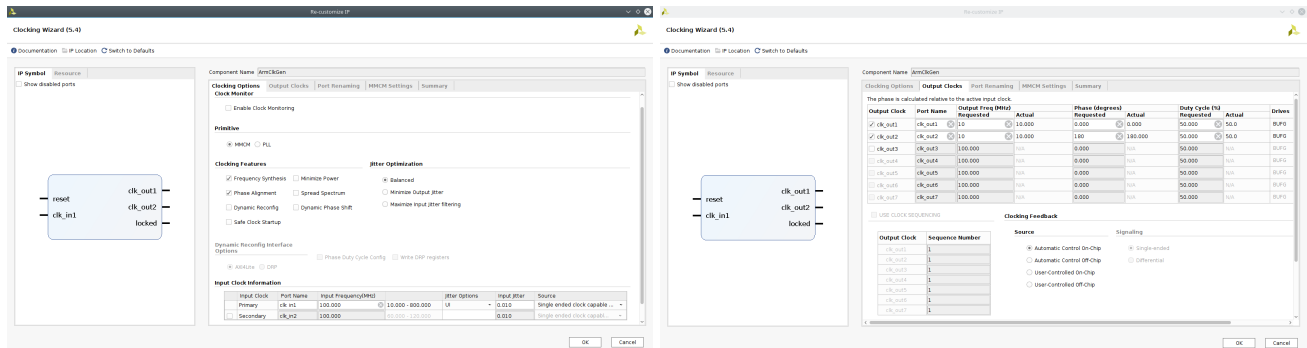

Abbildung 1: Clocking Wizard Einstellungen
Sie werden durch folgende Dialoge geführt und können die Einstellungen mit Abb.1 vergleichen:
- Vergleichen Sie die Einstellungen mit Abb.1